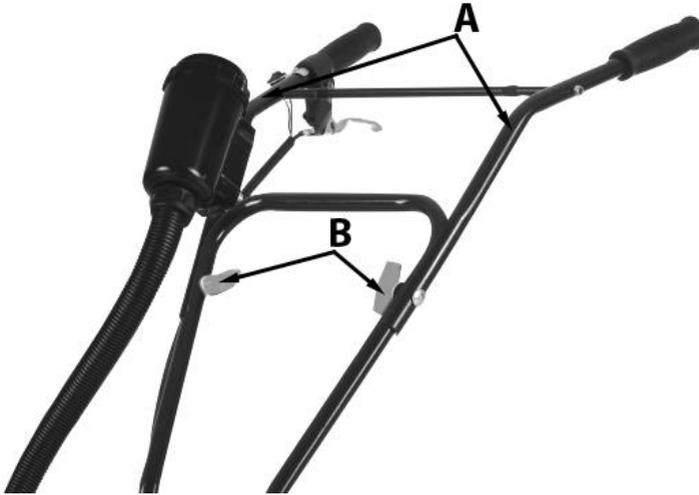

Fig. 5
Fixați mânerul de lucru din dreapta și din stânga (A) Fig. 5 pe mijlocul cadrului. Pentru a face acest lucru, utilizați două piulițe, două șuruburi de fixare și două șaibe de primăvară dintr-un set de fixare a unui cultivator (B). 5. Nu permiteți strângerea excesivă a piulițelor.